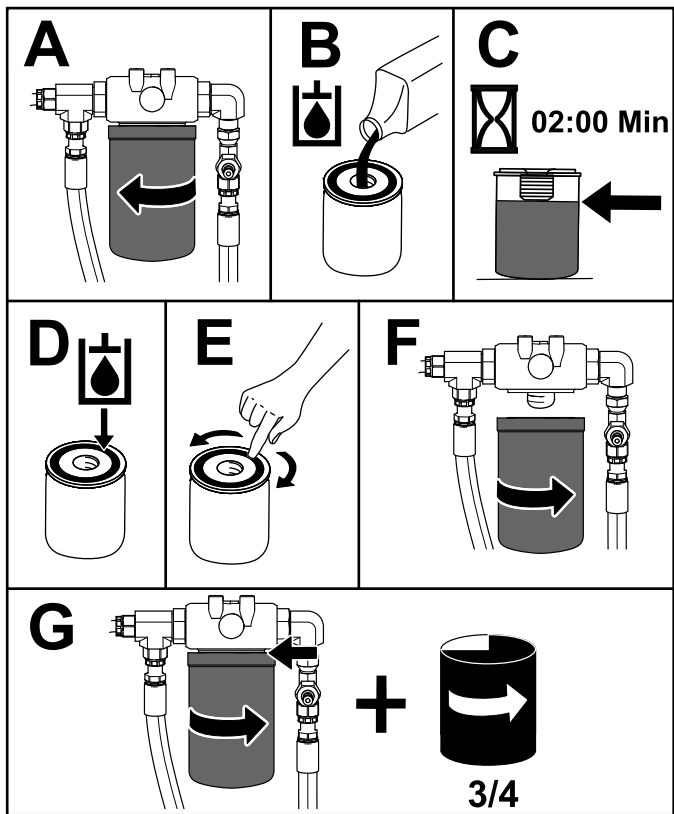

Figure 78
9. Placez un bac de vidange sous le filtre arrière et remplacez le filtre (Figure 78).